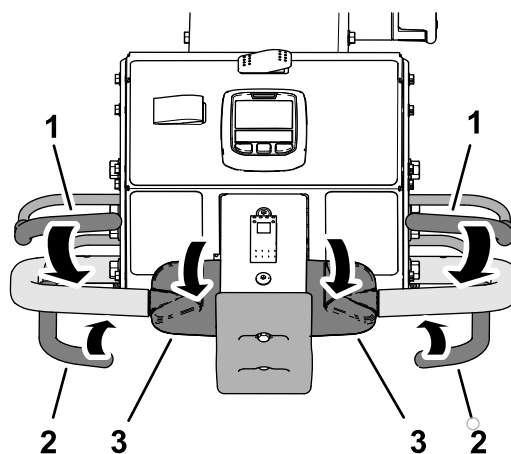

Figure 37
2. Serrez l'une des barres de présence de l'utilisateur contre la poignée du timon, tournez le haut de la commande de déplacement vers l'avant, puis serrez la barre de commande d'aération (Figure 37).